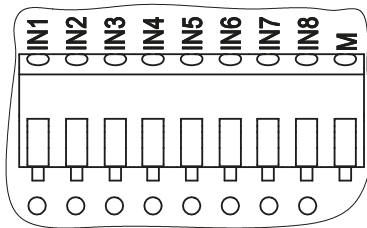

Abb. 4: Eingänge
- ③ Federklemme 9-polig (siehe Abb. 3 und Abb. 4)